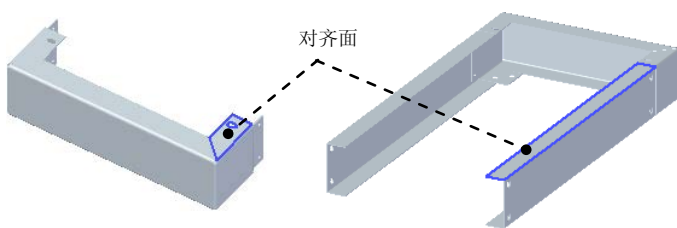

图 8.13.293 对齐面
(3) 单击“相关”区域中的  命令, 选取图 8.13.293 所示的两个钣金件上要配合的面。